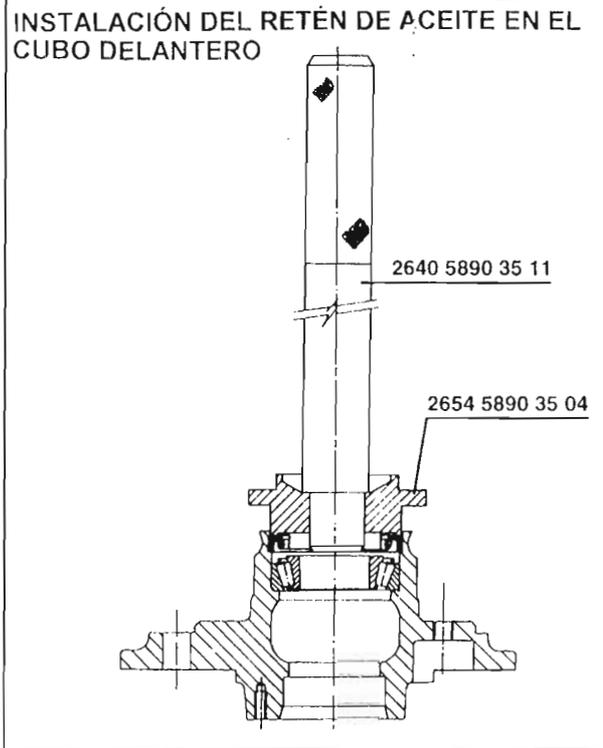

Fig. 5
- Aplique un poco de grasa en el diámetro exterior del retén de aceite (instale siempre un nuevo retén de aceite si se quitó anteriormente) y presione el retén en el cubo utilizando el impulsor 2654 5890 3504 con la maneta 2640 5890 3511 Fig. 5